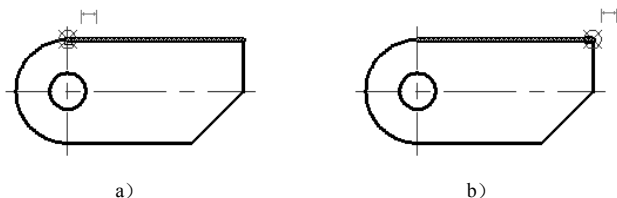
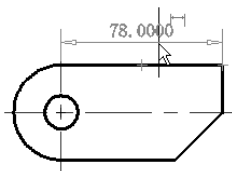
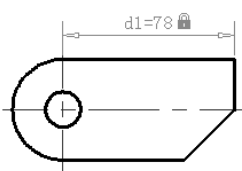

图 11-20 指定两个约束点
图 11-21 指定尺寸线位置
图 11-22 创建水平标注约束
(2) 创建水平标注约束。单击“水平标注约束”按钮，或者在菜单栏中选择“参数”→“标注约束”→“水平”命令，接着分别指定两个约束点，如图 11-20 所示，然后指定尺寸线位置，如图 11-21 所示，此时可以输入值或指定表达式（名称=值），在这里接受默认的值，按〈Enter〉键确定。完成创建的水平标注约束如图 11-22 所示。